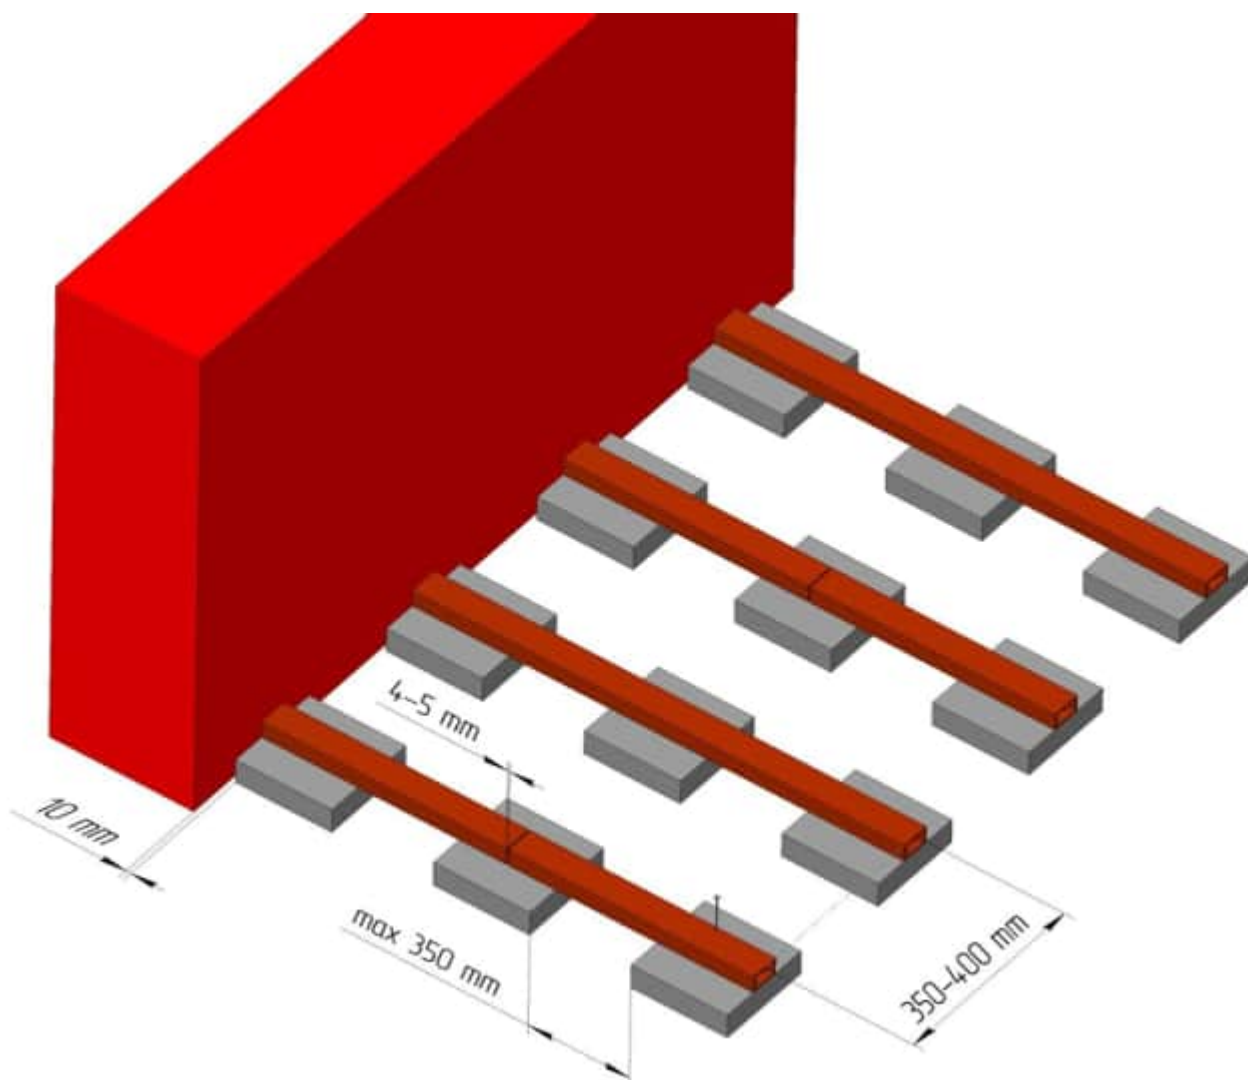

Рис. 1.
4.4. Опорные лаги должны иметь точечную опору. Их непосредственная укладка на грунт, гравийную постель, бетонное основание и т.п. не рекомендуется. Следует обращать внимание на наличие необходимого уклона не менее $1-1.5^\circ$ в продольном направлении подлежащих укладке террасной доски. Рис. 1